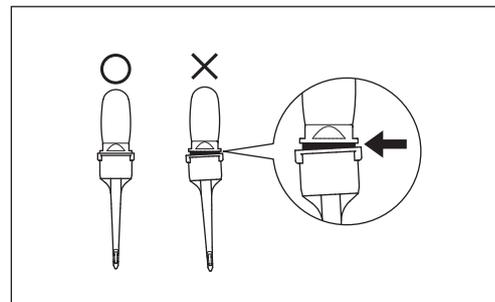

Fig. 29
- Certifique-se de que instala bem a ponta do bico, conforme ilustrado (Fig. 29). Se a ponta for instalada incorretamente, vai soltar-se e pode ser acidentalmente ingerida pelo paciente.